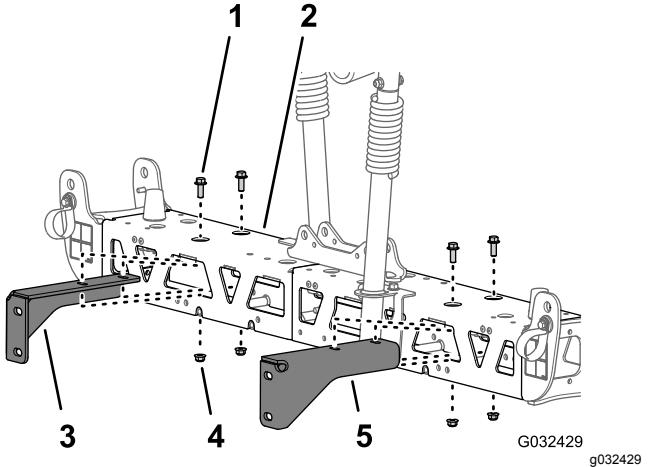

Bild 51
2. Entfernen Sie die zwei Bundkopfschrauben (3/8" x 1") und die zwei Sicherungsbundmuttern (3/8"), mit denen die Stützhalterung am mittleren Sprühabschnitt befestigt ist, und nehmen die Halterung ab (Bild 51).
3. Entfernen Sie die zwei Bundkopfschrauben (3/8" x 1") und die zwei Sicherungsbundmuttern (3/8"), mit denen die andere Stützhalterung am mittleren Sprühabschnitt befestigt ist, und nehmen die Halterung ab (Bild 51).